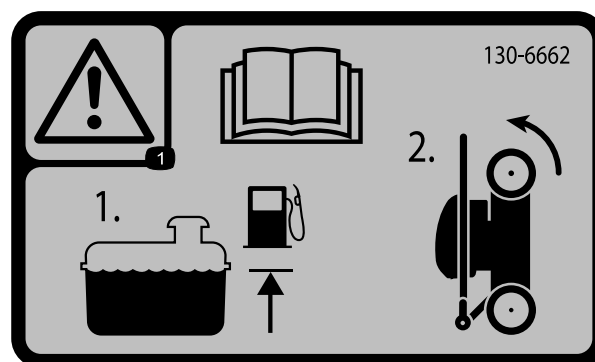

Figure 18
1. Vérifiez que le niveau d'essence dans le réservoir ne dépasse pas la limite recommandée par le constructeur du moteur; voir l'autocollant du constructeur apposé sur le moteur (Figure 18).